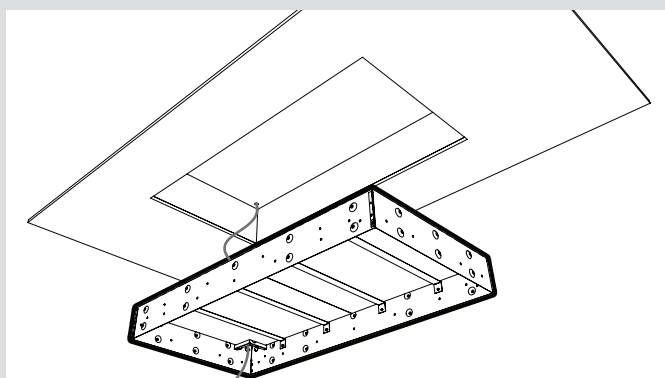

Figure 3
2. Passer le filage dans la boîte de jonction du boîtier d'encastrement. (Fig. 3).